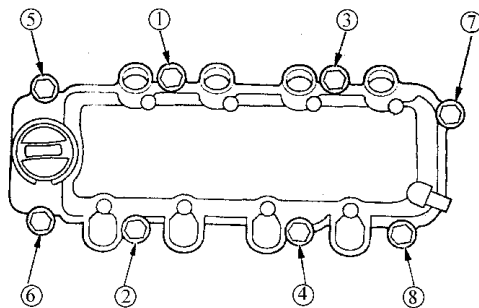

图 2-138 缸盖罩螺栓拧紧顺序
6) 分 2~3 步锁紧螺栓。最后一步按图 2-138 所示的顺序锁紧所有螺栓, 力矩为 $12\text{N}\cdot\text{m}$ 。